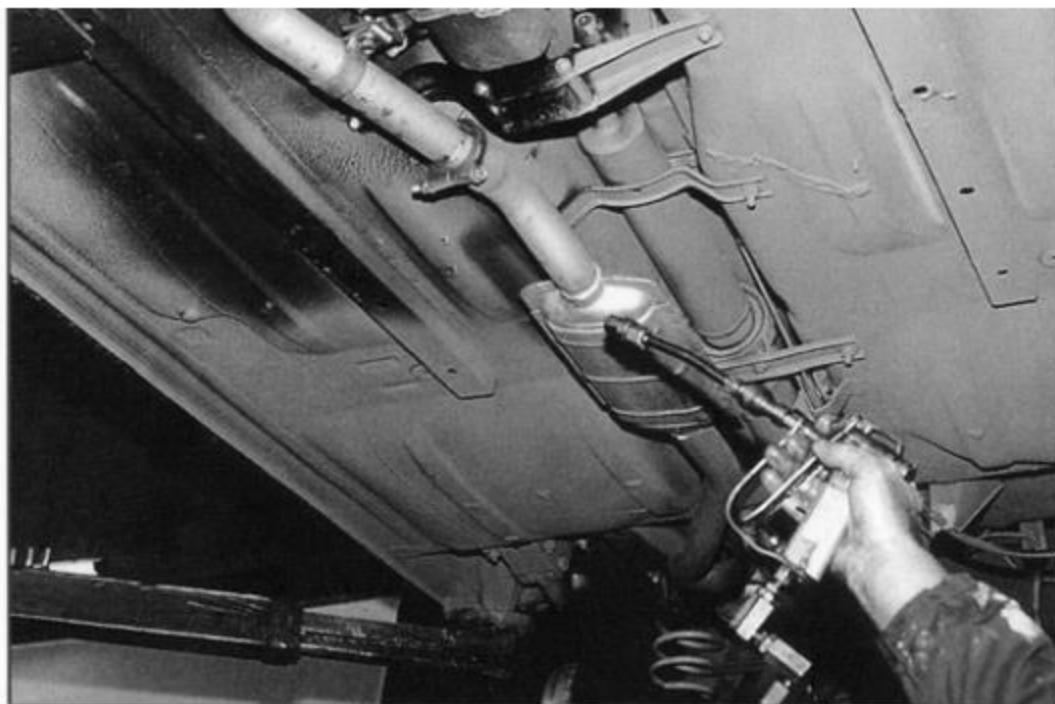
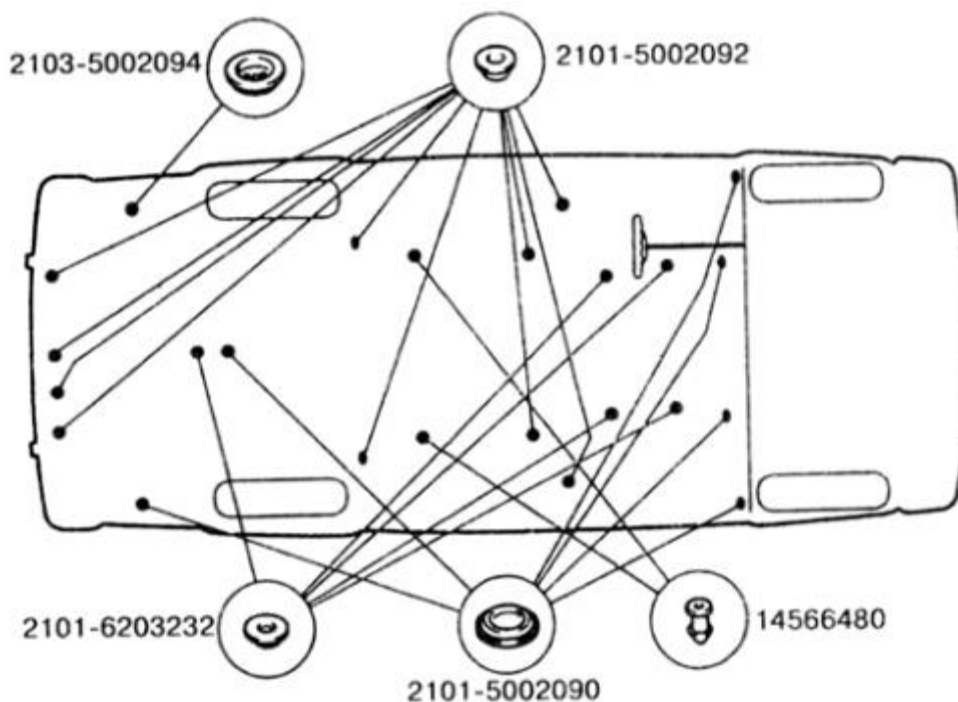

Рис. 3. Фрагмент нанесения защитного покрытия
Рис. 4. Схема установки заглушек на кузове VAZ-2106
Процессы восстановления защитных и нанесения дополнительных покрытий для скрытых полостей кузова автомобиля описаны на основе безвоздушного метода, который требует соответствующей подготовки автомобиля и оборудования. На рис. 3 в качестве примера показан процесс нанесения защитного покрытия на днище автомобиля ВАЗ- 2106, а на рис. 4 - общий вид пистолета с насадкой для безвоздушного распыления.
- удаляют заглушки, установленные в отверстиях закрытых полостей (см. рис. 4);